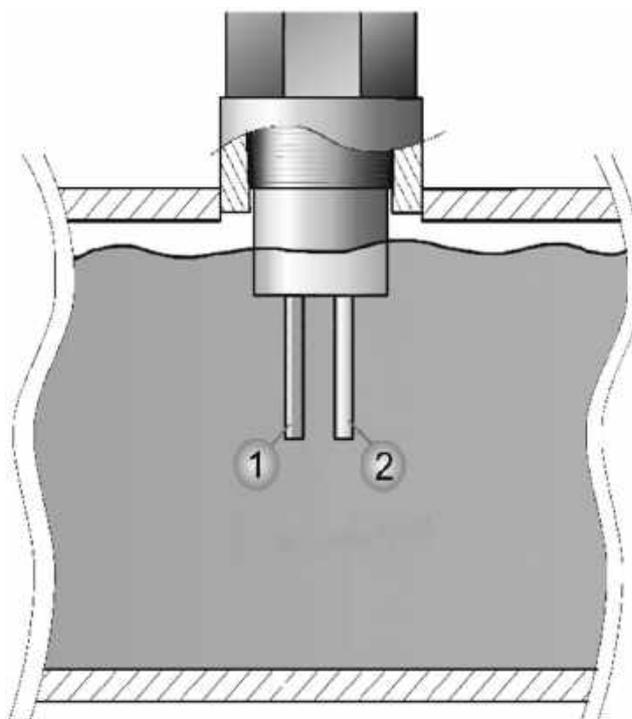

Рисунок 2. Принцип работы
Принцип работы реле потока основан на зависимости теплоотдачи нагревательного элемента (см. рисунок 2) (1) от скорости движения потока, охлаждающего его.